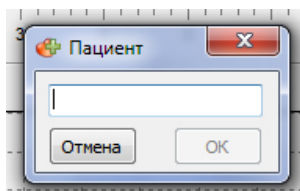

Рисунок 8.
5.2.4. Для выбора длительности измерения необходимо в соответствующем ниспадающем списке (рисунок 8) выбрать интервал времени от 5 до 45 секунд.